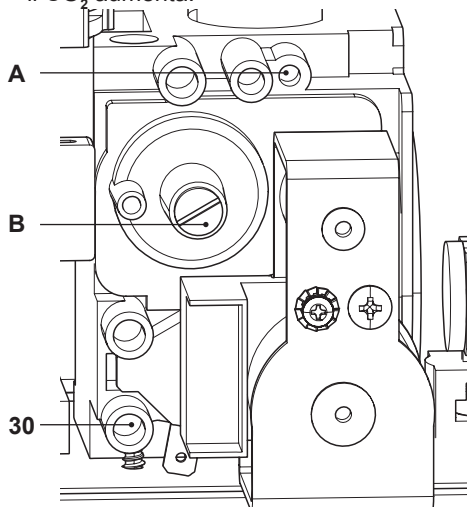

Figura 7.5
- A caldaia spenta (fuori servizio), controllare la pressione di alimentazione utilizzando la presa 30 in Figura 7.5 e confrontare il valore letto con quelli riportati nella tabella Pressioni di alimentazione gas nella sezione "Dati tecnici" pag. 24.
- Richiudere bene la presa di pressione 30 in Figura 7.5.
stante Figura 7.5, girando in senso orario il **CO₂** aumenta.
- Se i due dati non coincidono agire sulla vite regolazione massimo RQ (A in Figura 7.5) della valvola gas e tarare il CO_2 allo stesso valore riportato nella sezione "Dati tecnici" in tabella "Dati in sanitario" pag. 24 (modello **M260.2025 SM/M**) e pag. 28 (modello **M260.3035 SM/M**). Girando in senso orario il CO_2 diminuisce.